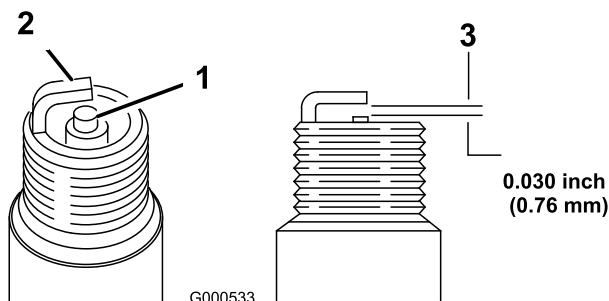

Figure 24
5. Réglez l'écartement des électrodes à 0,76 mm ; voir Figure 24.